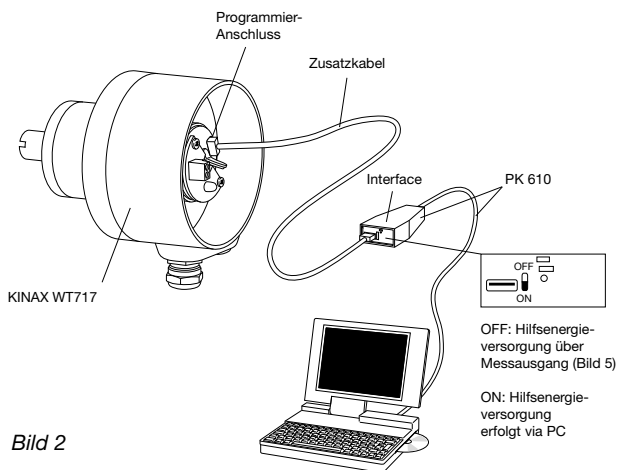
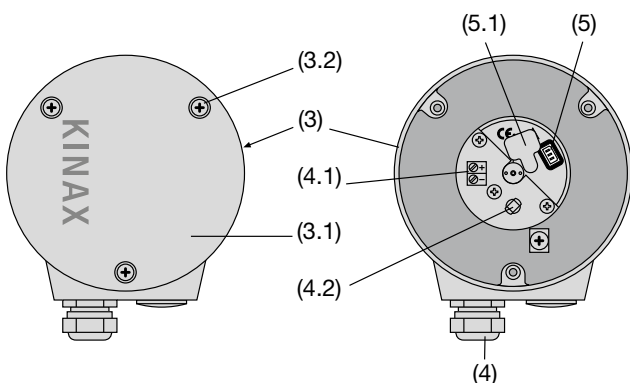

Bild 2
Bild 3. Rückenteil (3) mit Klemmen (4.1) und Stopfbuchse (4).
1. Deckel (3.1 in Bild 3) entfernen. Durch Abziehen des Gummi-Verschlusses (5.1) wird der Programmieranschluss (5) zugänglich (siehe Abschnitt "8.1 Leitungen anschliessen"). KINAX WT 717 nach Bild 2 mit der Programmier Einrichtung verbinden. Konfigurations-Software 2W2 starten. Gerät – wenn nötig – mit den gewünschten Messbereichsdaten konfigurieren.
Sodann die Leitungsenden auf passende Länge abisolieren und nach Bild 3 an den Klemmen (4.1) anschliessen.
1. Messumformer in Betrieb nehmen und gemäss Bild 2 an Programmier-einrichtung anschliessen (Schalter AUX am PK 610 auf OFF).